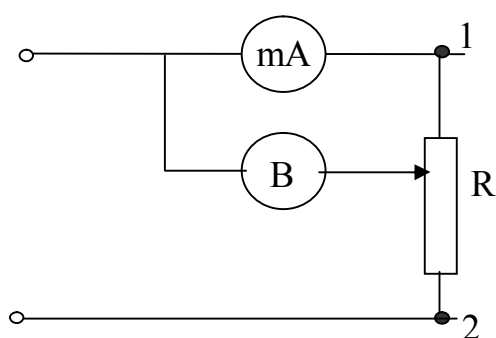

Рис. 2 Первая схема измерений
Первый метод использует электрическую схему (рис. 2), в которой миллиамперметр включен последовательно с исследуемым образцом проводника
1. Соберите электрическую цепь по первой схеме измерений (см. рис.2), присоединяя к клеммам 1-2 один из образцов проводника.